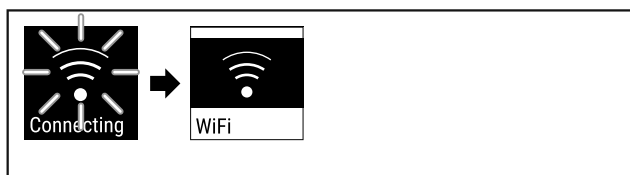

Fig. 85
- ▶ Připojení se vytváří (viz Fig. 85) .